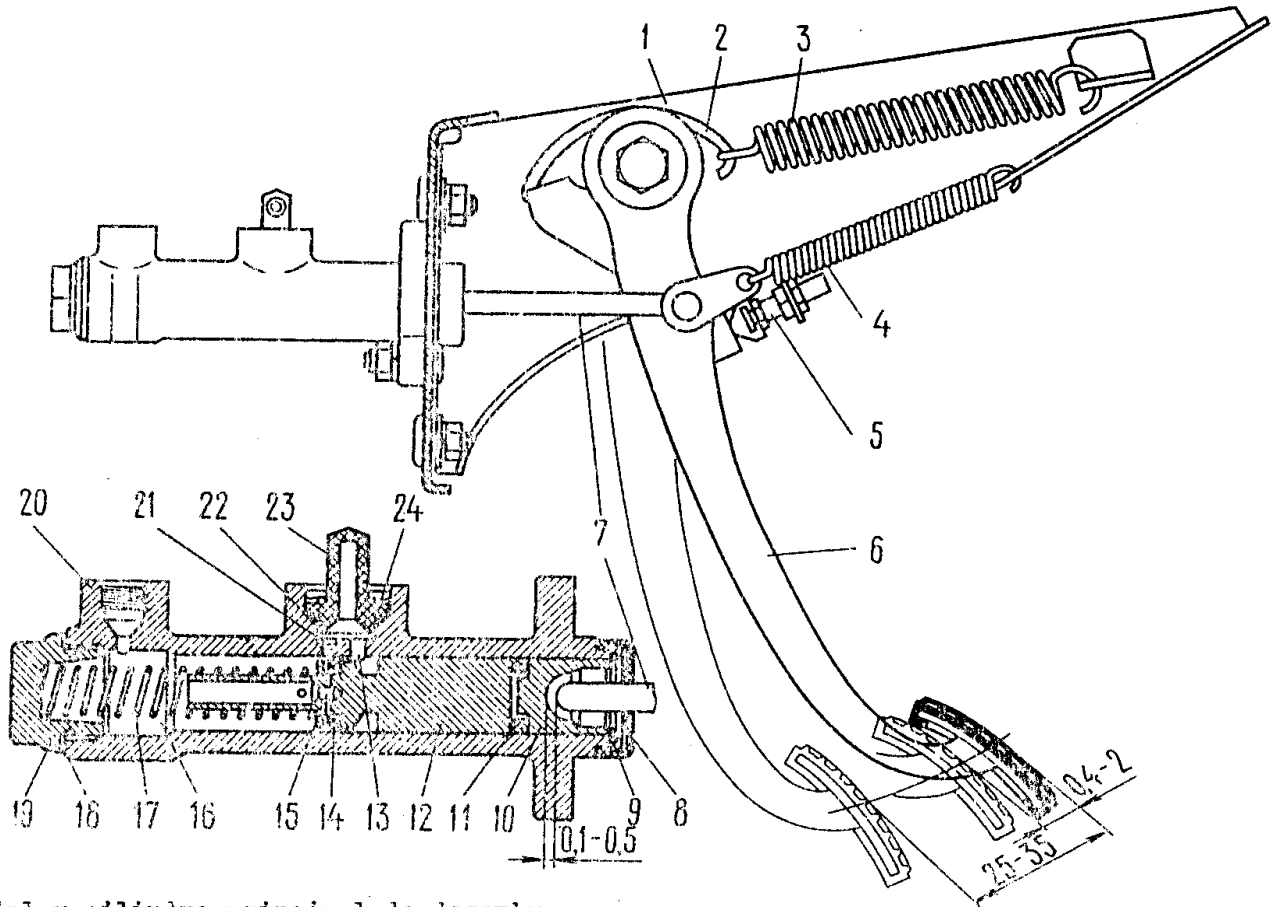

Fig. 3-2. Pedal y cilindro principal de desembrague;
- se establece la holgura de 0.1-0.5 mm entre el empujador y el pistón del cilindro principal (véase fig.3-2). Esta holgura es necesaria para el desembrague completo; se regula con el limitador 5 del pedal del embrague. La holgura (0,4-2 mm) se determina por el recorrido de seguridad del pedal;